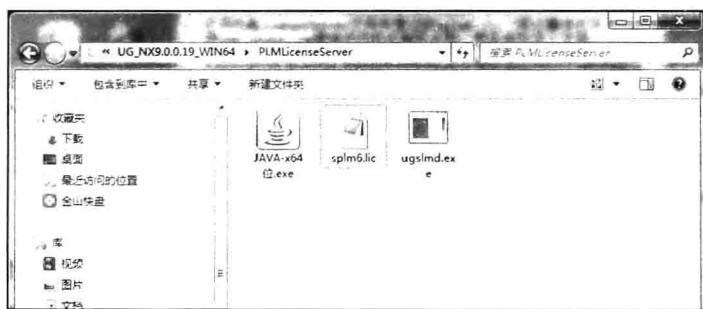

图 1-1 打开 PLMLicenseServer 文件夹
- Step 02** 下载安装程序解压后，进入文件夹，找到名为 PLMLicenseServer 的文件夹双击打开，如图 1-1 所示。